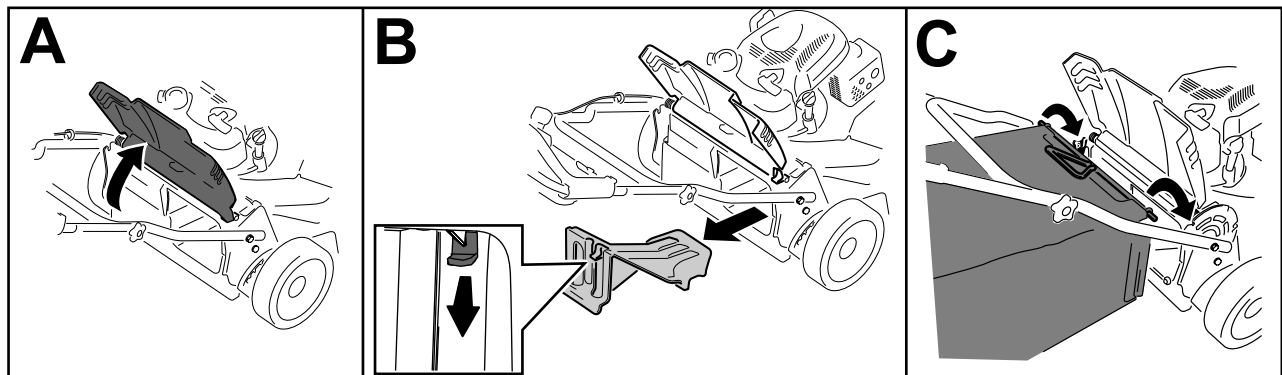

Figura 21
1. Levante y sujete la puerta trasera (Figura 21, A).
2. Retire el tapón de descarga trasero presionando hacia abajo sobre el enganche con el dedo pulgar y extrayendo del tapón de la máquina (Figura 21, B).
3. Instale la varilla de la bolsa en las muescas de la base del manillar, y mueva la bolsa hacia adelante y hacia atrás para verificar que la varilla está asentada en el fondo de cada muesca (Figura 21, C).